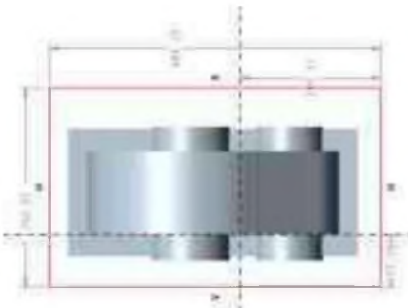

图 2-10
14) 绘制图 2-10 所示的草绘截面，尺寸任意，只需覆盖顶板截面即可，单击“草绘器”工具栏中的按钮退出草绘模式。